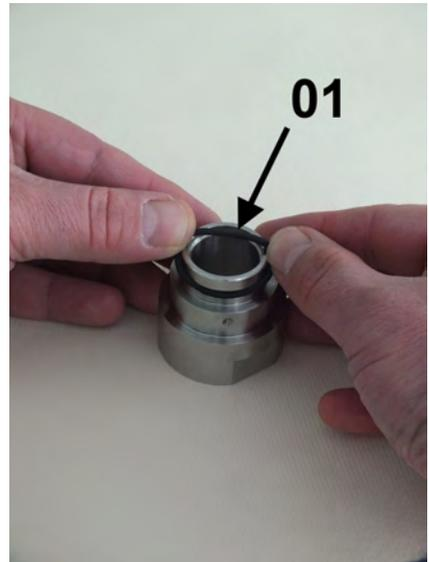
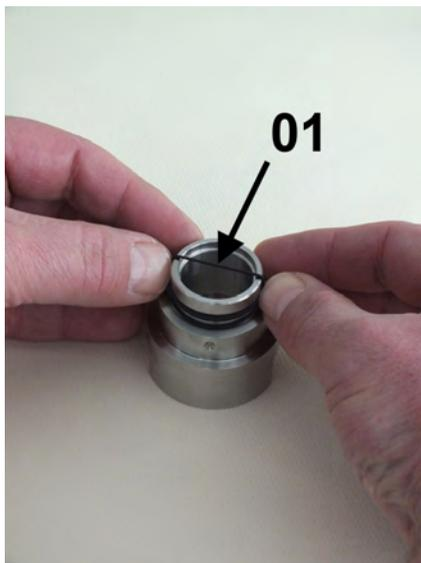
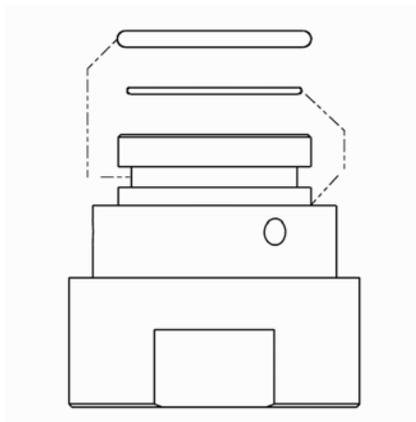

Abb. 39: O-Ring (Dichtung)
Abb. 40: O-Ring (Glaspuffer)
Abb. 41: Position der O-Ringe
1. ➤ O-Ring (Dichtung) vorsichtig auf die Verschraubung aufziehen (Abb. 39/01), so dass er im oberen O-Ringsitz der Verschraubung sitzt (Abb. 41). Dabei darauf achten, dass der O-Ring nicht überdehnt wird
- 2.** ➤ O-Ring (Glaspuffer) vorsichtig auf die Verschraubung aufziehen (Abb. 40/01), so dass er im unteren O-Ringsitz der Verschraubung sitzt (Abb. 41). Dabei darauf achten, dass der O-Ring nicht überdehnt wird